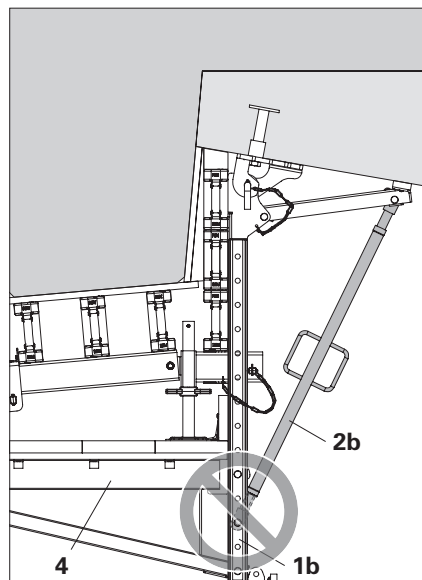

Fig. A4.02a
- Non fissare mai il braccio regolabile AV 111 (**2b**) tra i punti di fissaggio della trave a sbalzo piattaforma VGK 170 (**4**). (Fig. A4.02a)